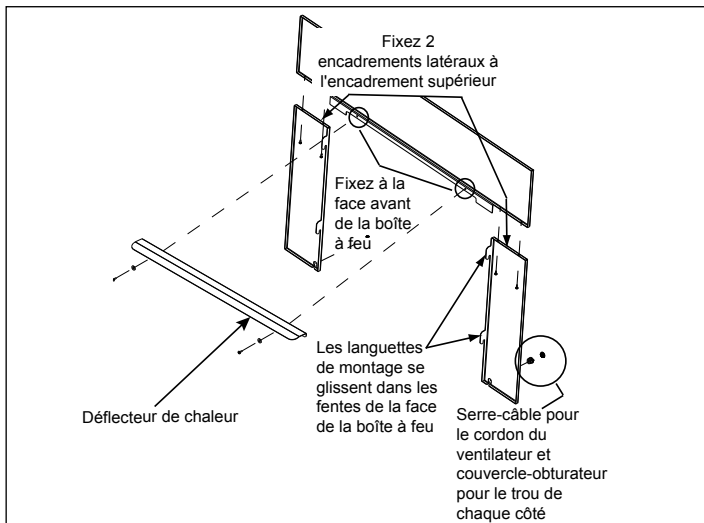

Figure 21.1
6. Alignez les 2 vis dans la partie supérieure de l'encadrement avec les 2 trous d'alignement en dessus de l'appareil. Fixez en place. **Figure 21.1.**
4. Placez les tampons adhésifs d'isolation antivibratoire en feutre sur la face avant de chaque angle de la pièce en métal supérieure et sur la face arrière de chaque angle de la pièce supérieure en fonte. **Figure 21.1.**